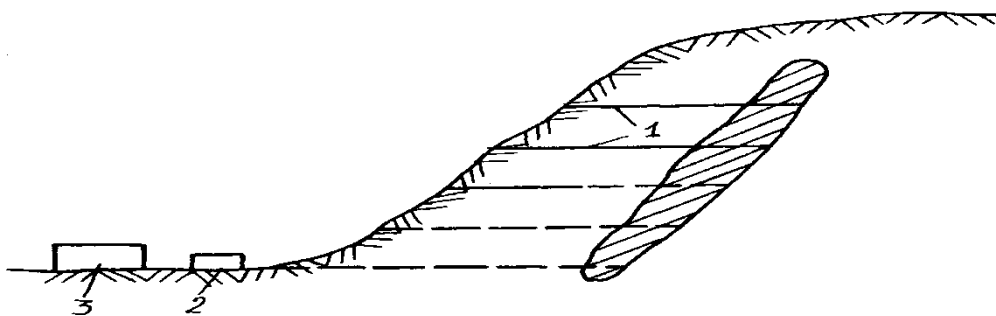

Рис. 2. Схема вскрытия этажными штольнями: 1 – этажные штольни; 2 – административно-бытовой комбинат; 3 – обогатительная фабрика
3. Вскрытие штольной верхней части месторождения и слепыми вертикальными стволами (рис.2), или наклонным съездом части месторождения, расположенной ниже уровня штольни.
Рис. 2. Схемы комбинированного вскрытия рудных залежей: а — вертикальным и слепым вертикальным стволами; б — штольнями и слепым стволом: 1 — рудное тело; 2 — граница зоны сдвижения; 3 — главный рудоподъемный ствол; 4 — капитальный рудоспуск у ствола; 5 — перегрузочный комплекс; 6 — квершлаг; 7 — слепой рудоподъемный ствол; 8 — штольни; 9 — наклонный конвейерный ствол; 10 — водонасыщенные наносы.